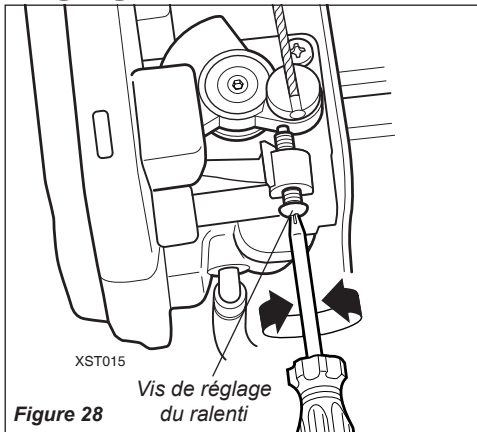

Figure 28
2. Si l'accessoire de coupe oscille lorsque le moteur tourne au ralenti, réduire le régime de ralenti en tournant la vis de réglage du ralenti en sens contraire des aiguilles d'une montre. Voir figure 28.